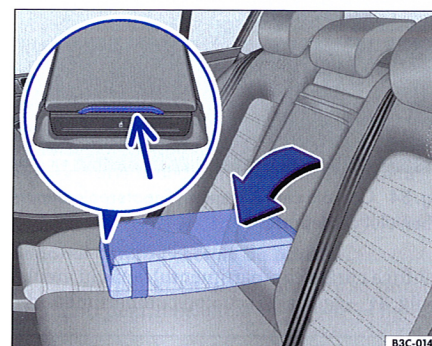

Fig. 82 Compartiment în cotiera scaunelor din spate
- Pentru deschidere apăsați tasta ⇒ fig. 82 (săgeata mică) când cotiera este rabtată în jos, și deschideți capacul în sus.